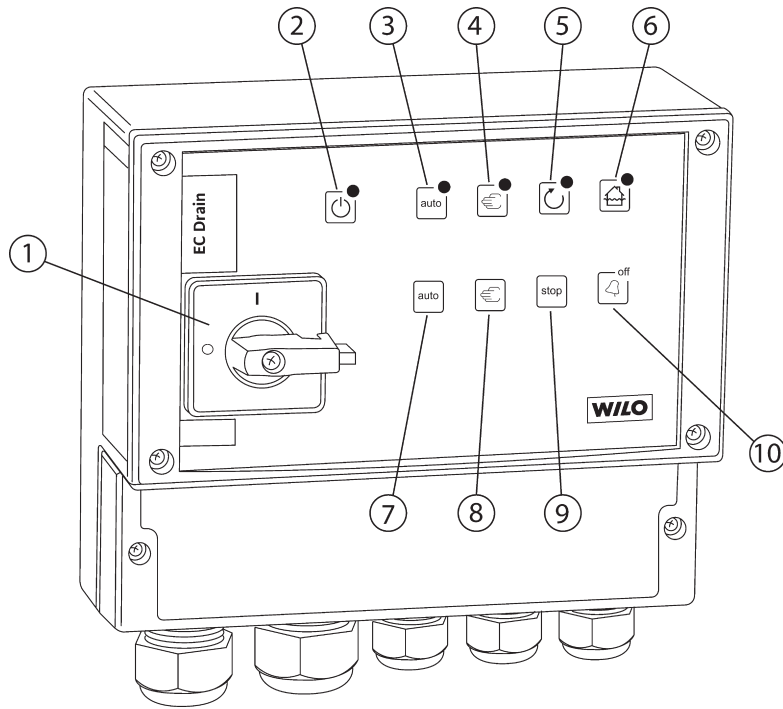

Fig. 1
4.1 Styrskåpets framsida (Fig. 1)